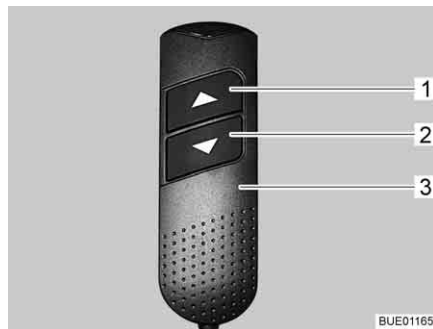

Fig. 115 Elemento di regolazione manuale
- Sull'elemento di regolazione manuale (Fig. 115,3) premere e tenere premuto il tasto "▼" (Fig. 115,2). La zona piedi rientra. Le zone testa vengono sollevate.
- Sull'elemento di regolazione manuale (Fig. 115,3) premere e tenere premuto il tasto "▲" (Fig. 115,1). La zona piedi viene estratta. Le zone testa vengono abbassate.
- Sull'elemento di regolazione manuale (Fig. 115,3) premere i tasti "▼" (Fig. 115,2) e "▲" (Fig. 115,1) finché non viene raggiunta la posizione desiderata.